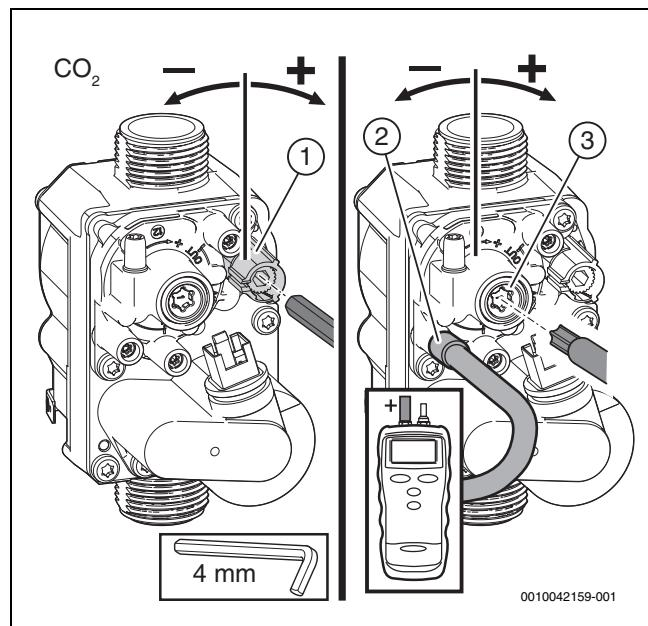

Bild 7 Einstellen der Gasarmatur
- CO₂- oder O₂-Gehalt für die maximale Nennwärmeleistung gemäß Tabelle 20 prüfen und ggf. nachstellen (→ Bild 7).